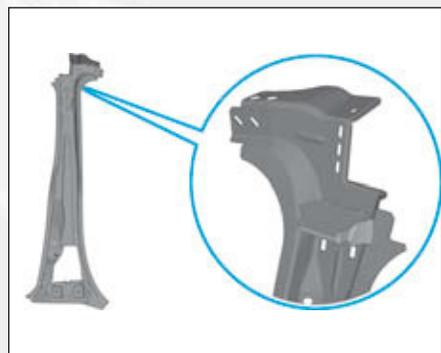

FIG.94
- Poser l'insert gonflant de pied milieu sur la pièce de rechange (Fig.94).